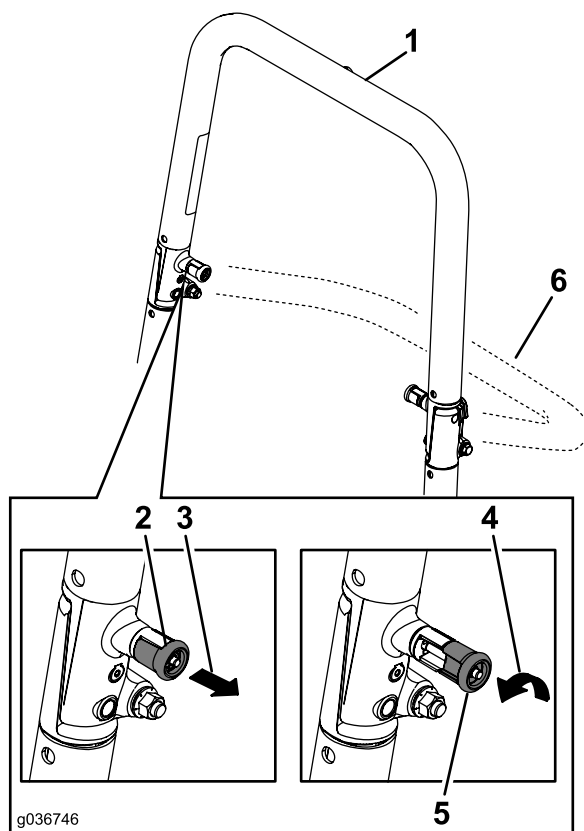

Figure 9
2. Tirez sur les deux boutons et tournez-les à 90 degrés pour les désengager (Figure 9).
3. Faites pivoter l'arceau de sécurité à la position abaissée (Figure 9).
1. Relevez l'arceau de sécurité à la position d'utilisation et tournez les boutons de sorte à les déplacer partiellement dans les rainures (Figure 9).
2. Redressez l'arceau de sécurité en position relevée tout en poussant sur la partie supérieure de sorte que les goupilles s'engagent en position quand les trous sont en face (Figure 9).